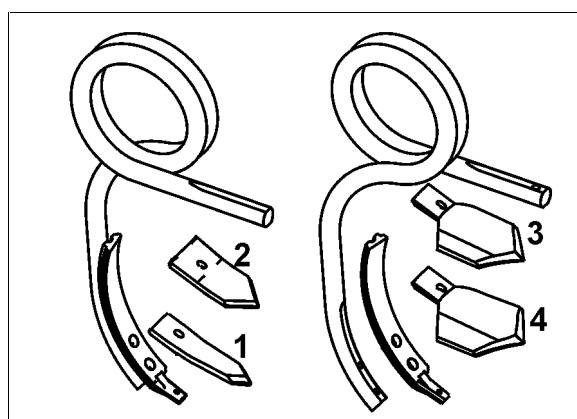

Fig. 15
- o som spidsskær (Fig. 15/1)
- o som stubskær (Fig. 15/2)
- o som bredskær (Fig. 15/3,4)